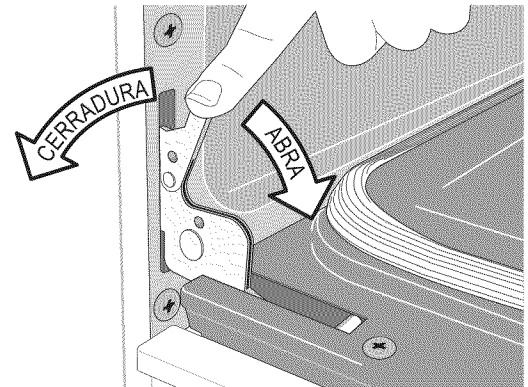

Figura 2
2. Tire de los seguros de ambas bisagras (izquierda y derecha) hacia abajo desde el marco del horno completamente hacia la puerta del horno (figura 2). Es posible que necesite una herramienta como un destornillador pequeño de cabeza plana.